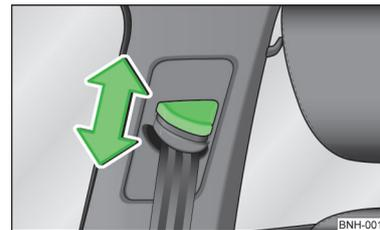

Fig. 7
- Premere il rinvio nella direzione desiderata, e spingerlo verso l'alto o verso il basso nella direzione desiderata » fig. 7.